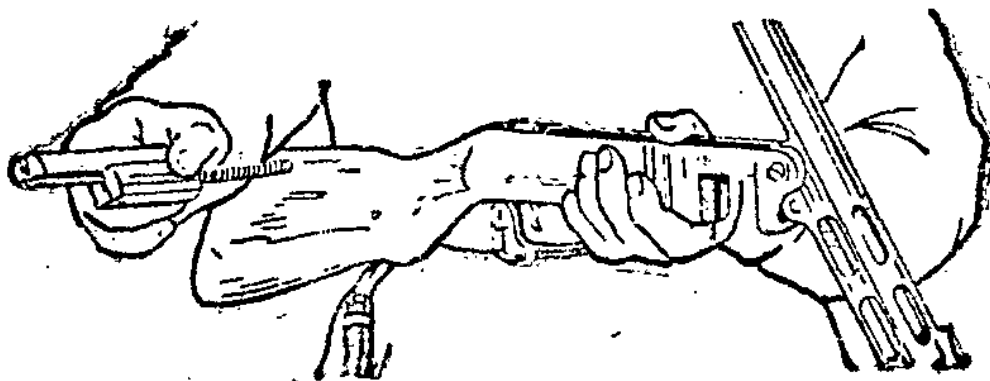

Рис. 5. Как вынуть затвор
3. **Вынь затвор** (рис. 5): удерживая автомат снизу за затворную коробку 5, правой рукой отведи затвор 3 несколько назад и, приподнимая